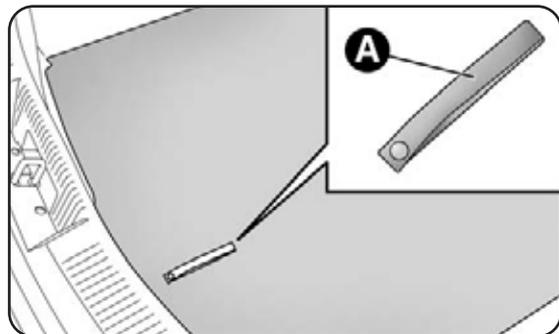

fig. 2
- abra a bagageira, puxe a lingueta A-fig. 2 e levantar para cima o tapete de revestimento;